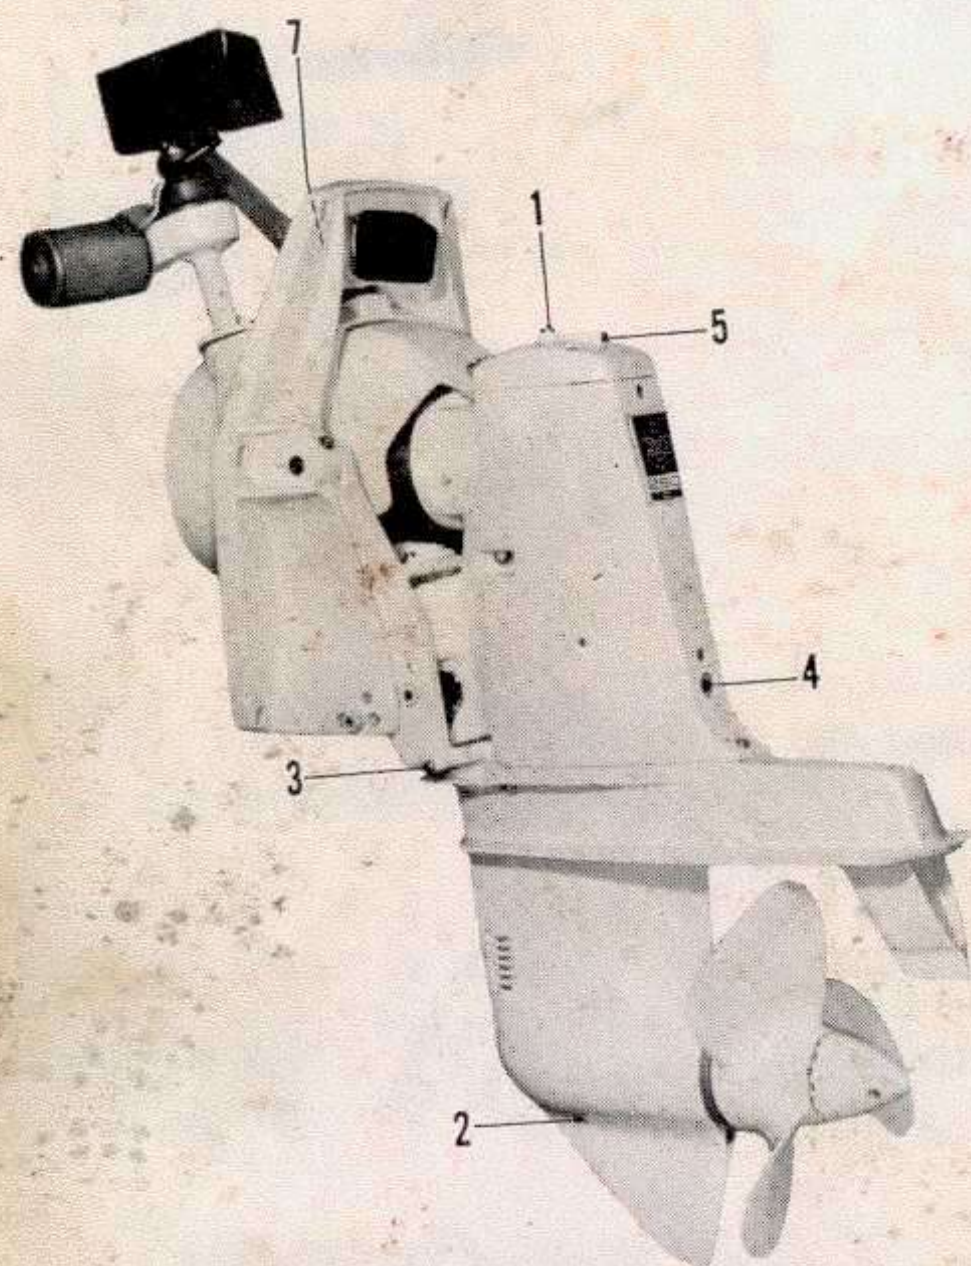

Fig. 37. Drev 250
Kontrollera oljenivån var 14:e dag med hjälp av oljemätstickan (1 fig. 37 och 38), i ett övanpå övre växelhuset. Kontrollen skall ske med drevet i nerfällt körläge. Oljemätstickan skall ej skruvas ner vid mätning.
genom att lossa proppen (2 fig. 37 och 38). För att oljan skall rinna ur lättare skall även oljemätstickan (1) skruvas ur.
Styraxelns lagring skall smörjas genom smörjnippeln (3 fig. 37 och 38) med hjälp av smörjspruta. Tryck in så mycket fett att det tränger ut vid slitbrickan.
Styrarmens lagring skall smörjas genom smörjnippeln placerad på sköldens insida på drev 250 (7 fig. 37). Tryck in så mycket fett att det tränger ut vid lagringen. Smörj ett par gånger per säsong styrarmens utvändiga ytor (6 fig. 38) på drev 100.